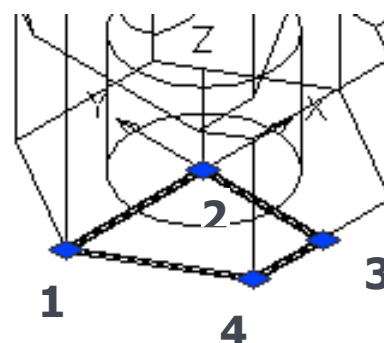

Рис.5.49
26. Кнопкой **Полилиния (Polyline)**  панели **Рисование(Draw)** вычертить замкнутый контур (рис.5.49) с привязкой: